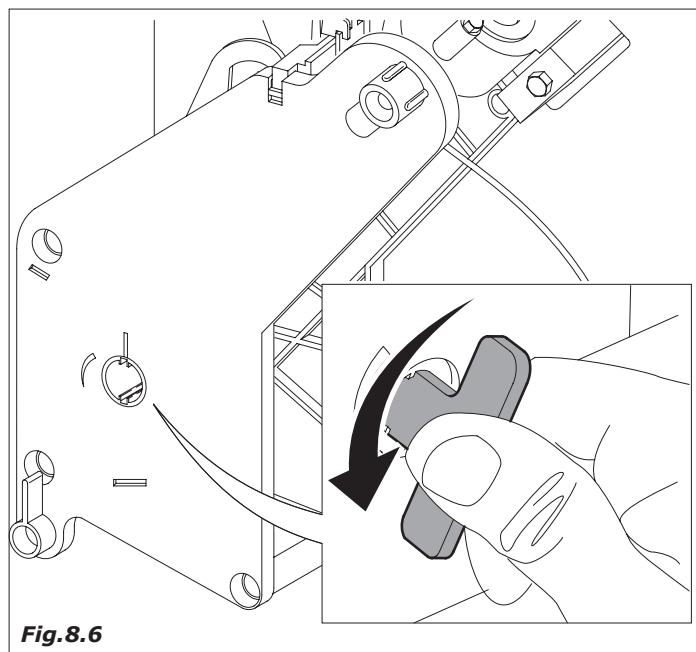

Fig.8.6
- limpar os residuos de pó de café do grupo, è possível extrair o grupo café para facilitar o trabalho (Fig. 8.6)